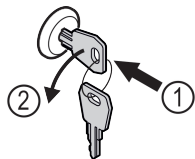

Fig. 124
- ▶ Klíč zasuňte dovnitř. Fig. 124 (1)
- ▶ Otáčejte klíčem o 90° proti směru hodinových ručiček. Fig. 124 (2)